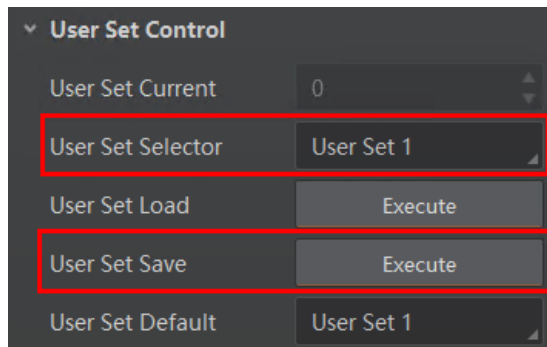

图9-9 保存参数设置
- 保存参数：修改参数后，通过 *User Set Selector* 参数下拉选择其中一套 *User Set* 参数，点击 *User Set Save* 处的“Execute”，即可将参数保存到用户参数中，如图 9-9 所示。